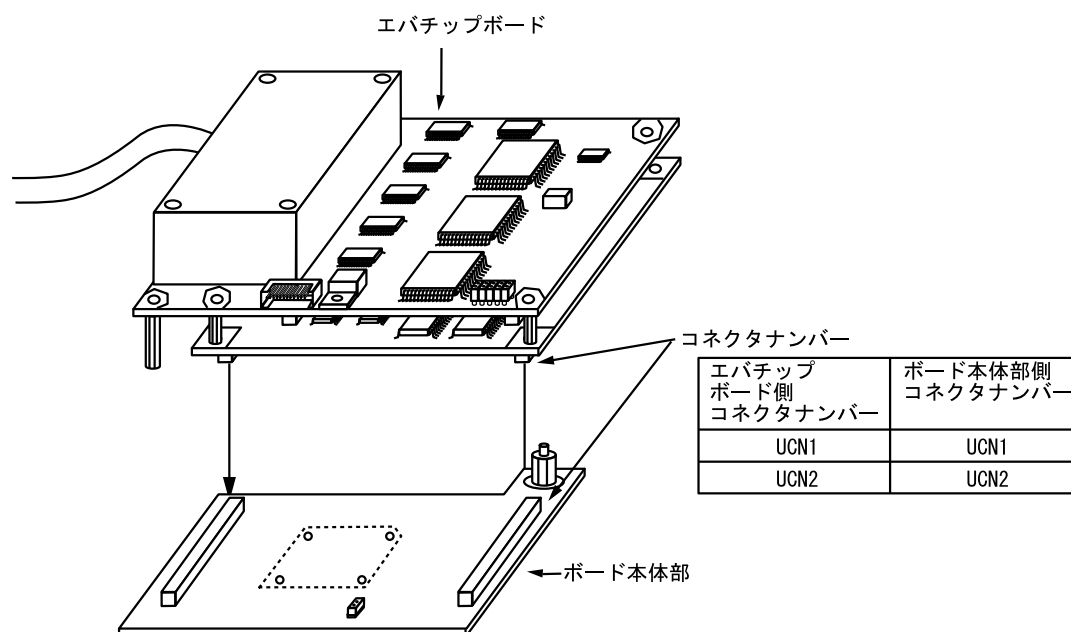

図4 エバチップボードへの接続
- (1) ユーザシステムおよびエミュレータの電源が切れていることを確認してください。
- (2) ボード本体部とエバチップボードのコネクタをコネクタナンバーに合わせて接続します（図4参照）。
- (3) エバチップボードに実装しているスペーサをユーザシステムの状態に合わせて、高さを調整してください。